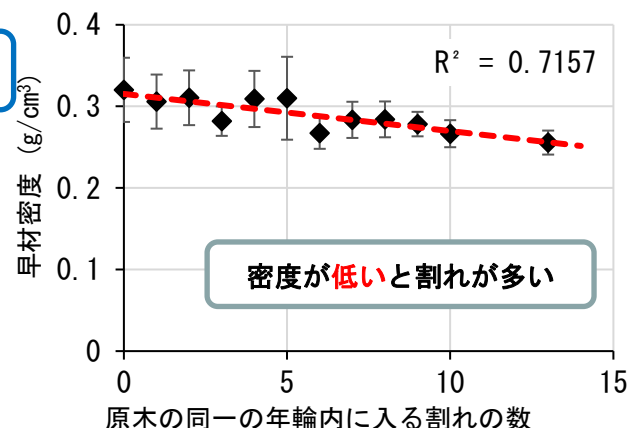

図3 同一の年輪内に発生する割れの数と早材密度（1年輪割れのデータのみ）
- ・早材密度と同一の年輪内に入る割れの数に負の相関がみられ、早材密度が低いほど割れの数が増えることがわかりました（**図3**）。